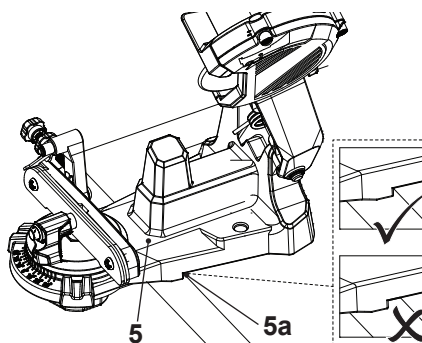

Fig. 2
1. Alinhar a placa de base (5) com o bordo da bancada (ou uma superfície firme e nivelada semelhante) (Fig. 2). Ter em atenção que ambos os fechos de paragem (5a) por baixo da placa de base (5) estão alinhados com o bordo.
2. Transferir o padrão de furos da placa de base (5) para a superfície com um lápis.
4. Montar a placa de base (5) com ferragens adequadas (parafusos e porcas M10, não fornecidos) à superfície.